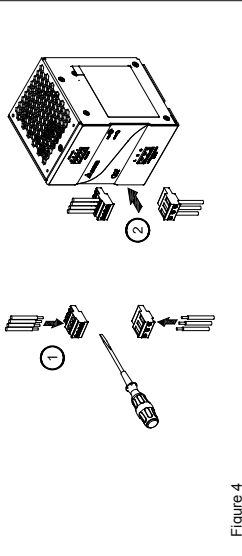

Figure 4
ACHTUNG: Befestigung zwischen Kabel und Gehäuse (Abb. 4 (1)) muss erfolgen, bevor der Stecker in den Anschlussverteiler gesteckt wird (Abb. 4 (2)).